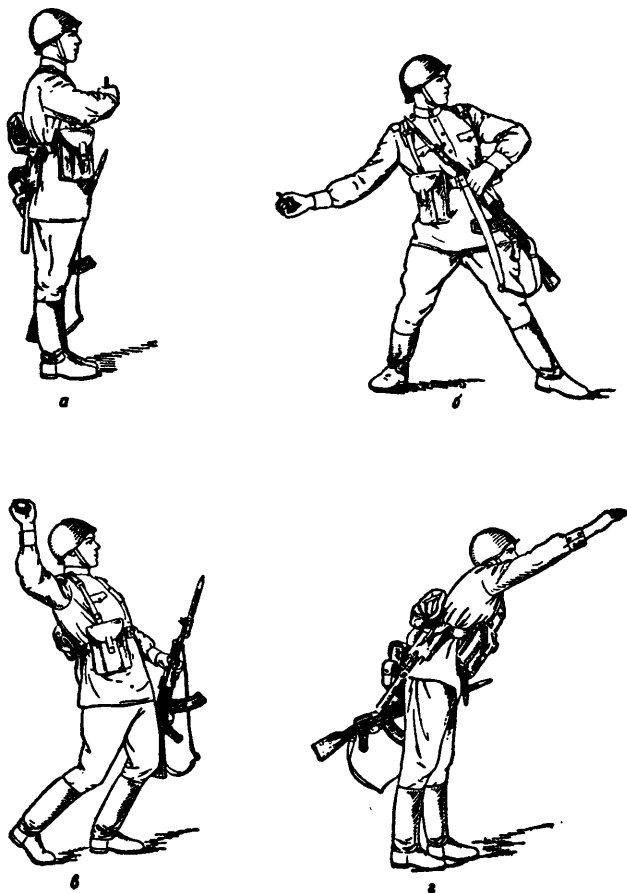

Рис. 8. Метание гранаты стоя:
29. Для метания гранаты стоя (рис. 8) надо: взять оружие в левую руку, а гранату в правую, стать лицом к цели и с помощью одного пальца левой руки выдернуть предохранительную чеку; сделать правой ногой шаг назад, согнув ее в колене, и, поворачивая (как бы закручивая) корпус вправо, произвести замах гранатой по дуге вниз и назад; быстро выпрямляя правую ногу и поворачиваясь грудью к цели, метнуть гранату, пронося ее над плечом и выпуская с дополнительным рывком кисти. Тяжесть тела в момент броска перенести на левую ногу, оружие энергично подать назад.